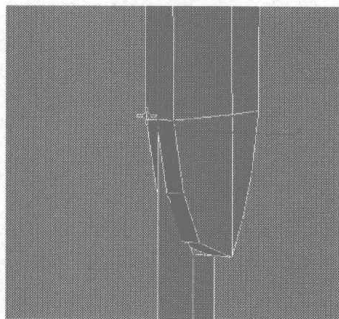
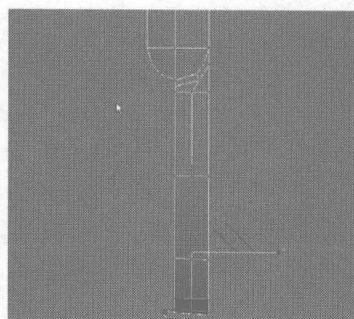

图 4.413
图 4.414
- 04 切换为节点编辑，焊接合并后两个物体接缝处的节点，如图 4.413 所示，再在 Left 视图中继续为手机侧面物体添加细分线，并进行调整，效果如图 4.414 所示。